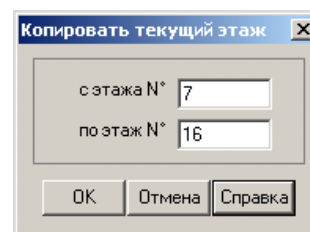

Рис.13.11.1 Окно диалога Копировать текущий этаж
- В открывшемся окне диалога **Копировать текущий этаж** (рис.13.11.1) задайте следующие параметры: